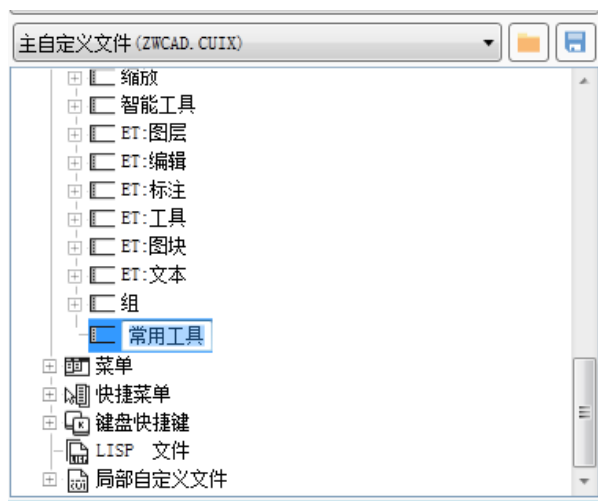

图 2-32 新增选项卡
- 4) 输入新工具栏的名称，如“常用工具”，如图 2-32 所示。